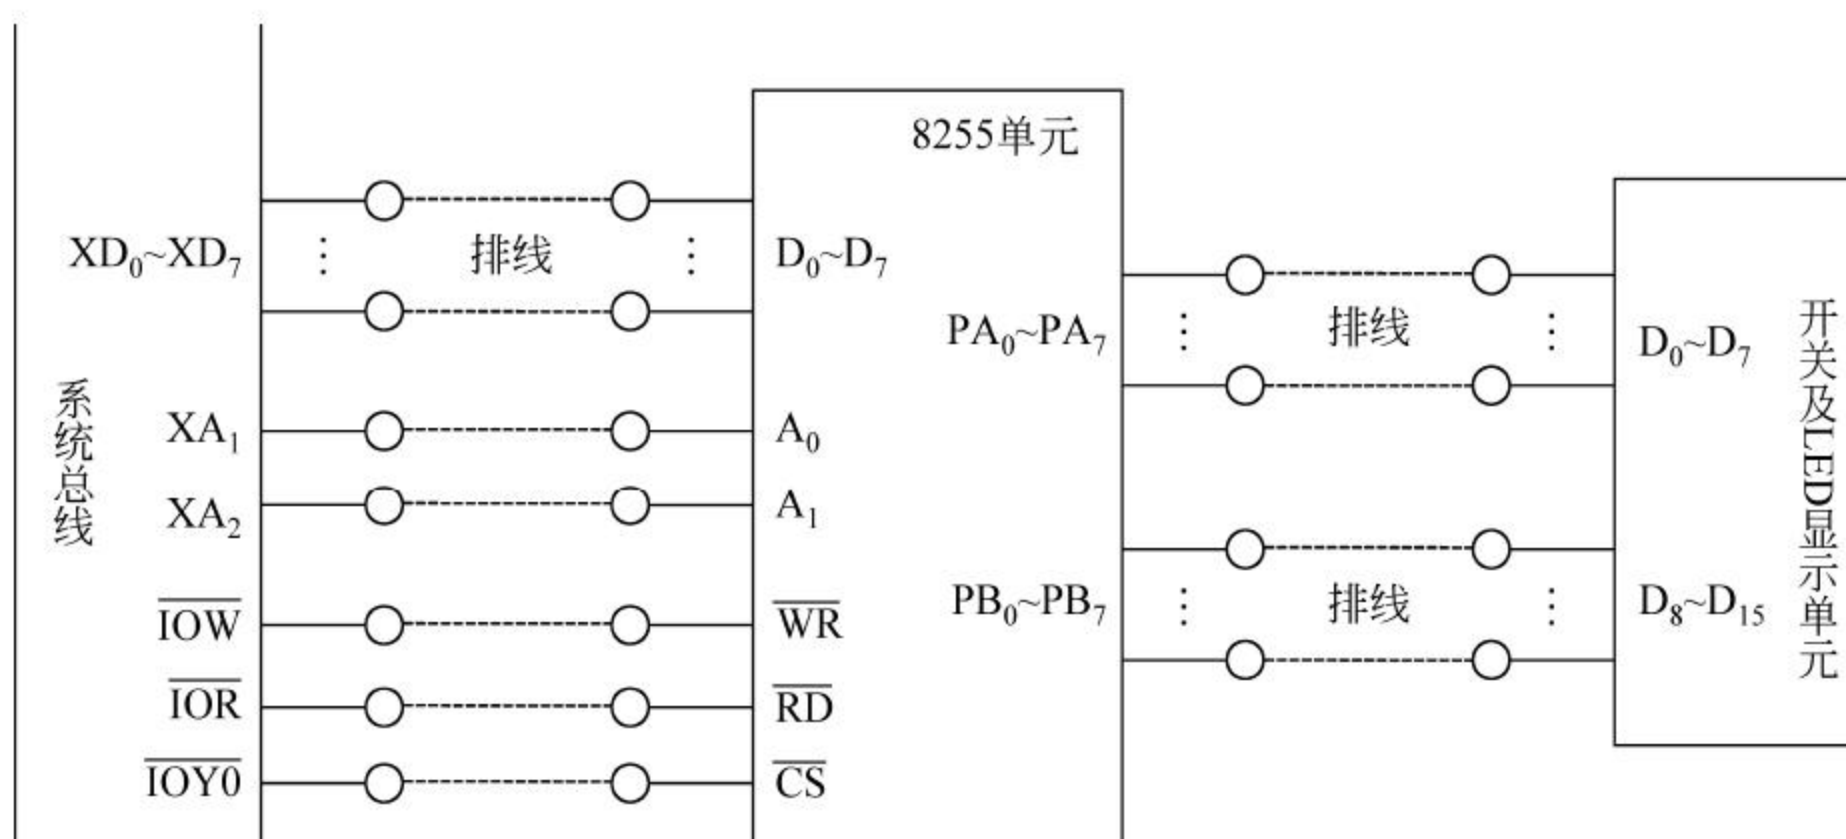

图 11-14 8255 基本应用实验(2)接线图
(1) 运行 Tdpit 集成操作软件，查看端口资源分配情况。记录与所使用片选信号对应的 I/O 端口起始地址。
(2) 参考图 11-14 所示线路图完成线路连接。